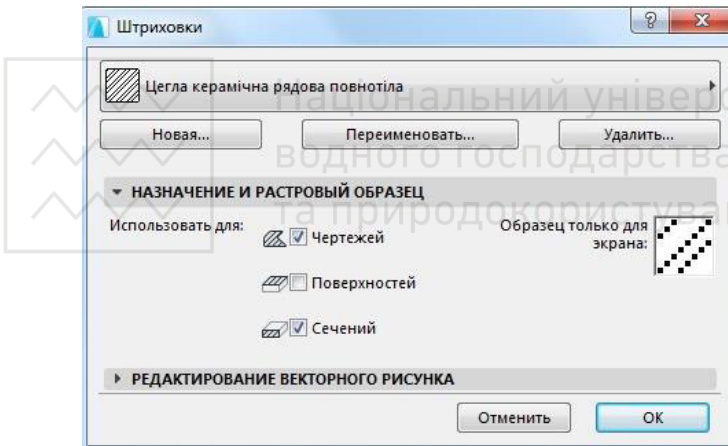

Рис. 9
1. Створити перелік необхідних матеріалів (інструмент штрихування (рис. 9, рис. 10).